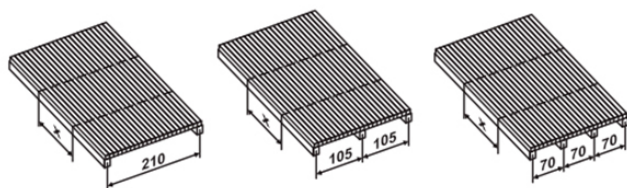

Рис. 8 Оптимальный шаг несущих конструкций для монтажа панелей сотового поликарбоната ЭкоГринПласт стандартной ширины 2100 мм
В настоящее время распространенными считаются панели шириной 2100 мм. Поэтому для уменьшения количества отходов рекомендуется уже на стадии проектирования определить оптимальный шаг несущих конструкций (рис. 8). Следует учитывать, что при ширине панели более 1000 мм панель необходимо прикручивать к прогонам саморезами, независимо от вида используемого профиля. В случае крепления саморезами при термическом расширении перемещения панели относительно обрешетки могут привести к образованию "волн", портящих внешний вид сооружения, и в конечном итоге могут вызвать протечки. Поэтому по возможности следует уменьшать ширину панелей до 700 мм и использовать для крепления стыковочный поликарбонатный или алюминиевый профиль. Смежные края панелей должны крепиться к несущей конструкции в соответствии с системой покрытия при помощи профилей различных типов (рис. 16, 18, 20 и 21).
- Плоское кровельное остекление. Основная нагрузка - снеговая. Листовое покрытие может опираться на стропила по краям листа, т.е. на расстоянии 2100 мм или на расстояниях 1050 мм и 700 мм (рис. 8).